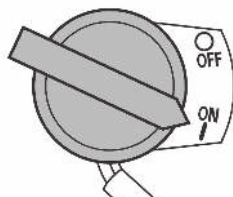

Рис. 21 Выключатель зажигания
6. Переведите выключатель зажигания в положение «ON» (Включено) (Рис. 21).
- Переведите основной выключатель зажигания в положение «OFF» (ВЫКЛЮЧЕНО) (Рис. 21).